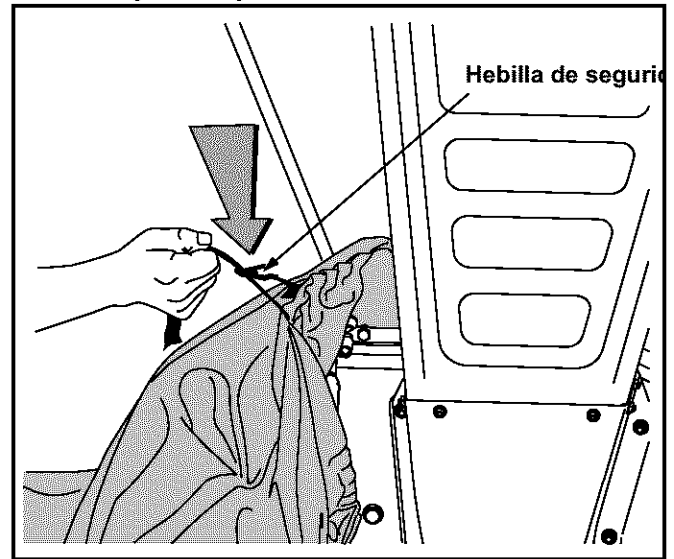

Figura 5
- Oprima la hebilla de seguridad para soltar la tira de extracción de la bolsa antes de soltarla del canal de descarga. Ver Figura 5.